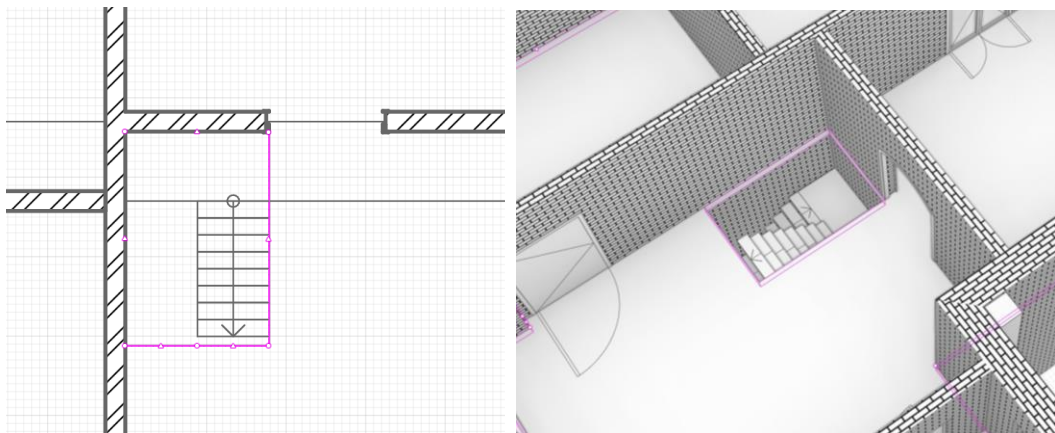

Рис. 6 Построение проёма
4. С помощью привязок построим проём (рис. 6). Чтобы закончить построение нажмем